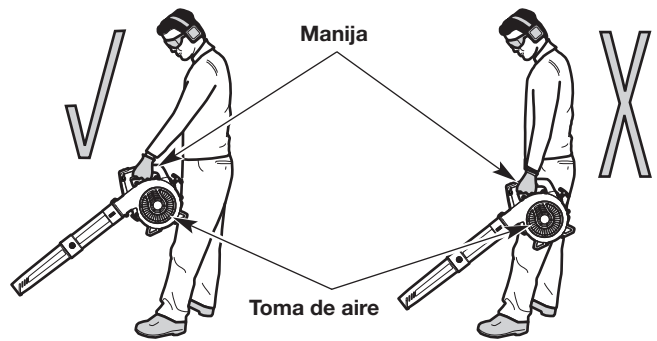

Fig. 9
- Párese en la posición de arranque (Fig. 9). Párese derecho. No se incline sobre el aparato.
- Sostenga la unidad delante y separada del cuerpo (Fig. 9).
**ADVERTENCIA:** A fin de evitar que se produzcan lesiones graves o daños a la unidad, **NO** sostenga la unidad en su costado (Fig. 9). El motor puede estar muy caliente. **NUNCA** bloquee la toma de aire.